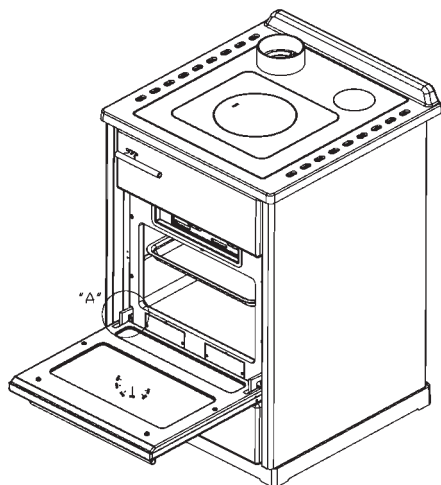

Fig. 1A
- Fully open the door (Fig. 1A)